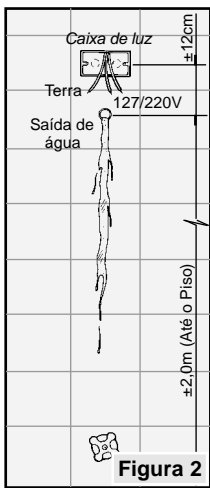

Figura 2
- O ponto de saída de água (onde será instalada a Ducha) deverá estar a uma altura aproximada de 2m do piso do box (Figura 2).
- A caixa de luz ref. 4x2 (onde será feita a conexão de sua Ducha à rede elétrica) deverá ser instalada aproximadamente a 12 cm acima do ponto de saída de água (figura 2).